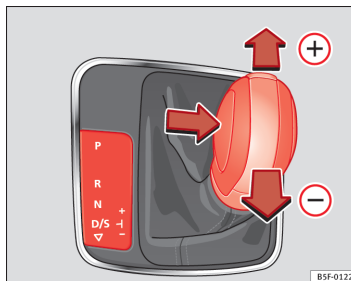

Fig. 91 Console centrale : changement de vitesses avec la commande Tiptronic
- Poussez le levier sélecteur vers l'avant (+) pour passer une vitesse supérieure ⇒ fig. 91.